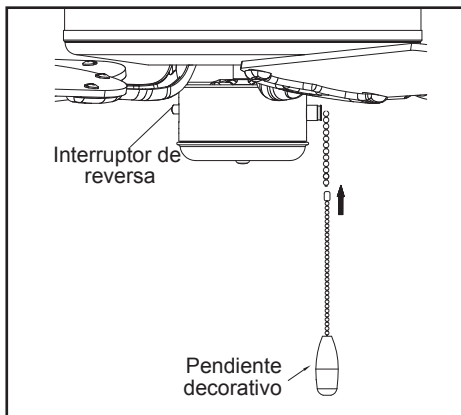

Figura 14
1. Instala las cadena de extensión y pendiente decorativo del interruptor de cadena (Figura 14).
Este ventilador se envía de fábrica con el interruptor de reversa en posición de circular el aire hacia abajo. Si deseas flujo de aire en sentido contrario, apaga el ventilador y espera a que las aspas se detengan. Enseguida desliza el interruptor de reversa (ubicado sobre la carcasa del interruptor: consulta la figura 14) a la posición opuesta y vuelve a encender el ventilador. Las aspas del ventilador girarán en sentido contrario e invertirán el flujo del aire.